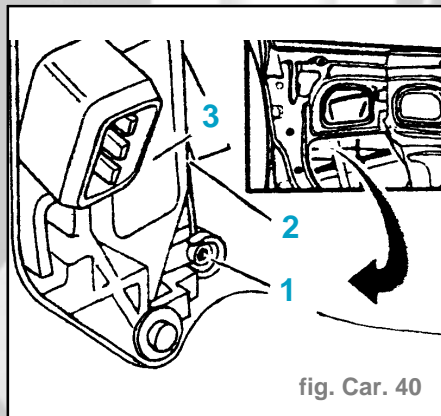

fig. Car. 40
- Décrocher l'embout (1) du câble Bowden et sortir le câble (2) de la serrure (3) (fig. Car. 40)